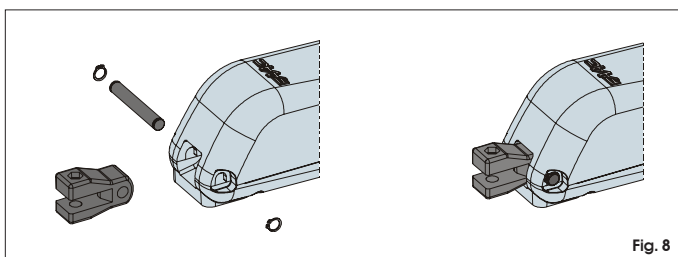

Fig. 8
- 2) Assembleer de achterste bevestiging van de aandrijving zoals aangegeven op fig.8.